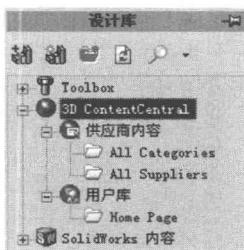

图 1-5
- 3D ContentCentral: 用于访问零部件供应商和个人提供的所有主要 CAD 格式 的 3D 模型, 以便于使用者与网上的用户进行交流, 如图 1-5 所示。